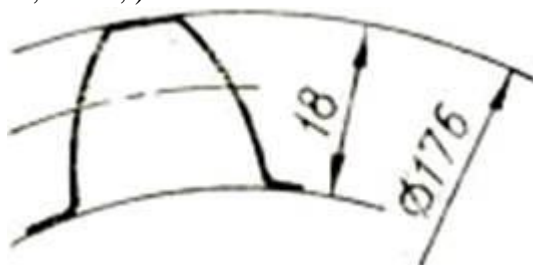

Рис.3
3.10. Сколько, зубьев имеет нормальное прямозубое зубчатое колесо с указанными размерами (рис. 3)? (ОПК-3, ПК-1,)